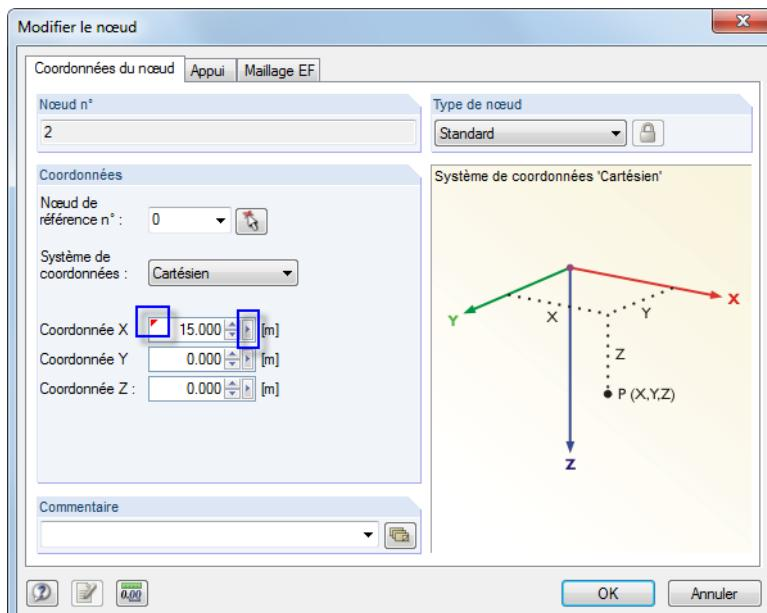

Figure 11.139: Boîte de dialogue avec formule assignée et bouton de fonction
- utilisez les boutons de fonction  dans les boîtes de dialogue (voir la Figure 11.139).